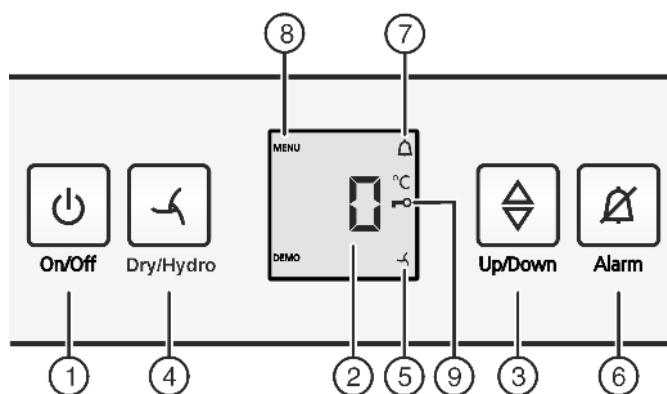

Fig. 2
- ▶ Premere il tasto On/Off Fig. 2 (1).
- ▶ Attivazione del modo regolazione: Premere il tasto Dry/Hydro Fig. 2 (4) ca. 6 s.
- ▷ Il simbolo Menu Fig. 2 (8) si illumina.
- ▶ Premere brevemente il tasto Dry/Hydro Fig. 2 (4) per confermare.
- ▶ Per inserire la sicurezza bambini premere brevemente il tasto Dry/Hydro Fig. 2 (4).
- ▷ Il simbolo Sicurezza bambini Fig. 2 (9) si illumina. Nel display lampeggia **c**.
- ▶ Per disinserire la sicurezza bambini premere brevemente il tasto Dry/Hydro Fig. 2 (4).
- ▷ Il simbolo sicurezza bambini Fig. 2 (9) si spegne. Nel display lampeggia **c**.
- ▶ Disattivazione del modo regolazione: Premere il tasto On/Off Fig. 2 (1).
- ▶ Premere il tasto Allarme Fig. 2 (6).